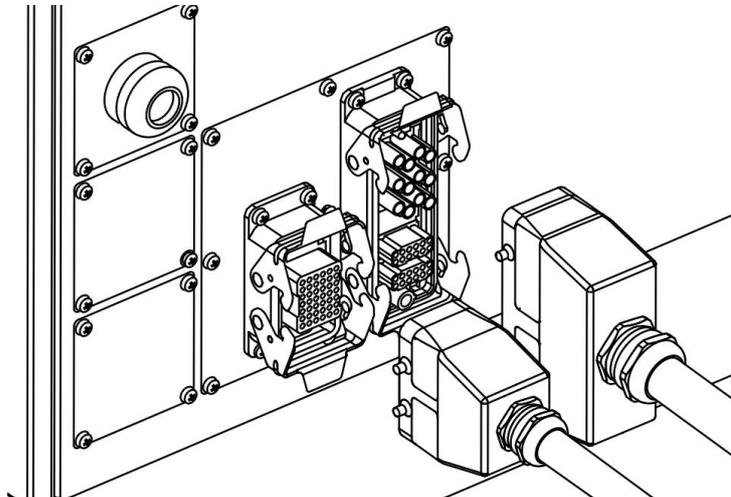

图 5-4 控制柜重载连接器接口
**步骤2.** 将动力线和编码器插头的一端分别插进控制柜重载线对应的连接口(见图 5-4),并扣紧锁扣。